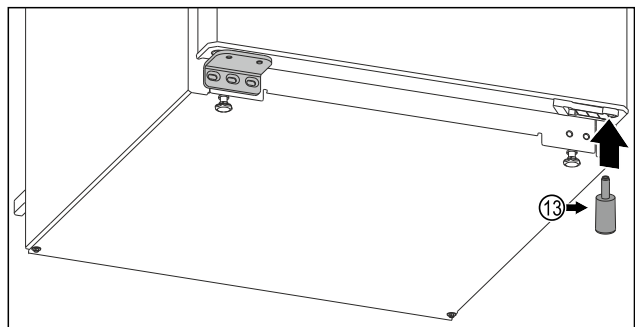

Fig. 18 *
- De afstandhouder *Fig. 18 (13)* weer rechtsonder in de deur terugplaatsen, omdat dit belangrijk is voor de stabiliteit van het apparaat.*